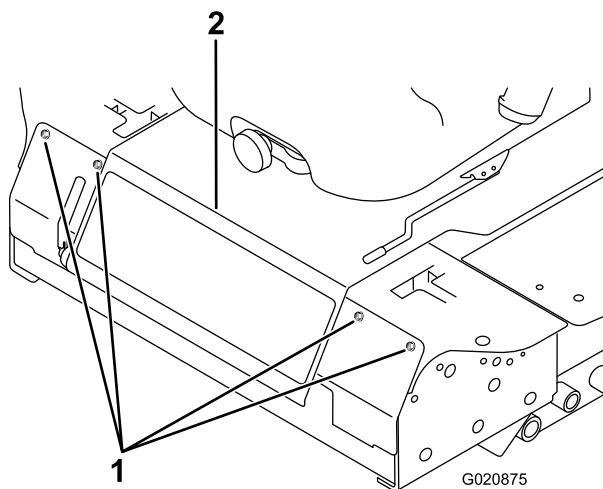

Figura 52
2. Afloje los pernos del panel delantero y retire el panel (Figura 52).